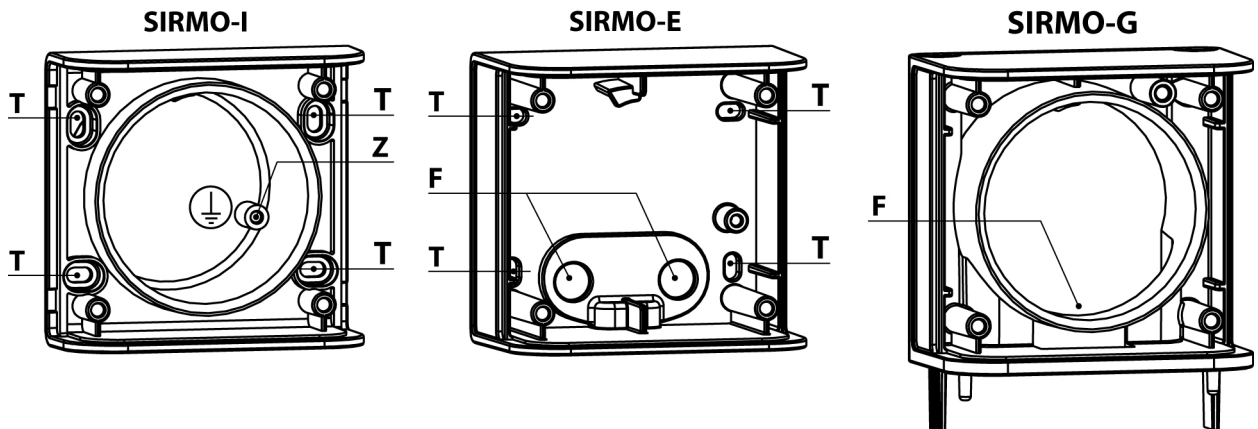

Fig. 3
6. Incassare la base nella parete e provvedere al fissaggio con dei tasselli adeguati tramite i 4 fori **T** (Fig. 3)
ATTENZIONE: Se i collegamenti ai micro interruttori sono a tensione > di 50V è obbligatorio collegare a terra il selettore per mezzo del morsetto contrassegnato dal simbolo  (punto Z in Fig. 3).
6. Far passare i cavi negli appositi fori passacavo **F** (Fig. 3).
7. Fissare la base sulla parete con dei tasselli adeguati tramite i 4 fori **T** (Fig. 3).
7. Far passare i cavi nel vano passacavo **F** (Fig. 3).
6. Embed the base in the wall and fix it in place using suitable raw plugs by means of the 4 holes **T** (Fig. 3)